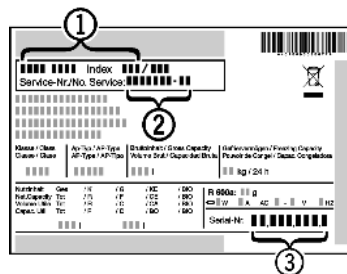

Fig. 15
- Прочетете от идентификационната табелка описанието на уреда Fig. 15 (1), сервизния № Fig. 15 (2) и серийния № Fig. 15 (3). Идентификационната табелка се намира на лявата вътрешна стена на уреда.
- Обадете се на сервизната служба и посочете неизправността, описанието на уреда Fig. 15 (1), сервизния № Fig. 15 (2) и серийния № Fig. 15 (3).